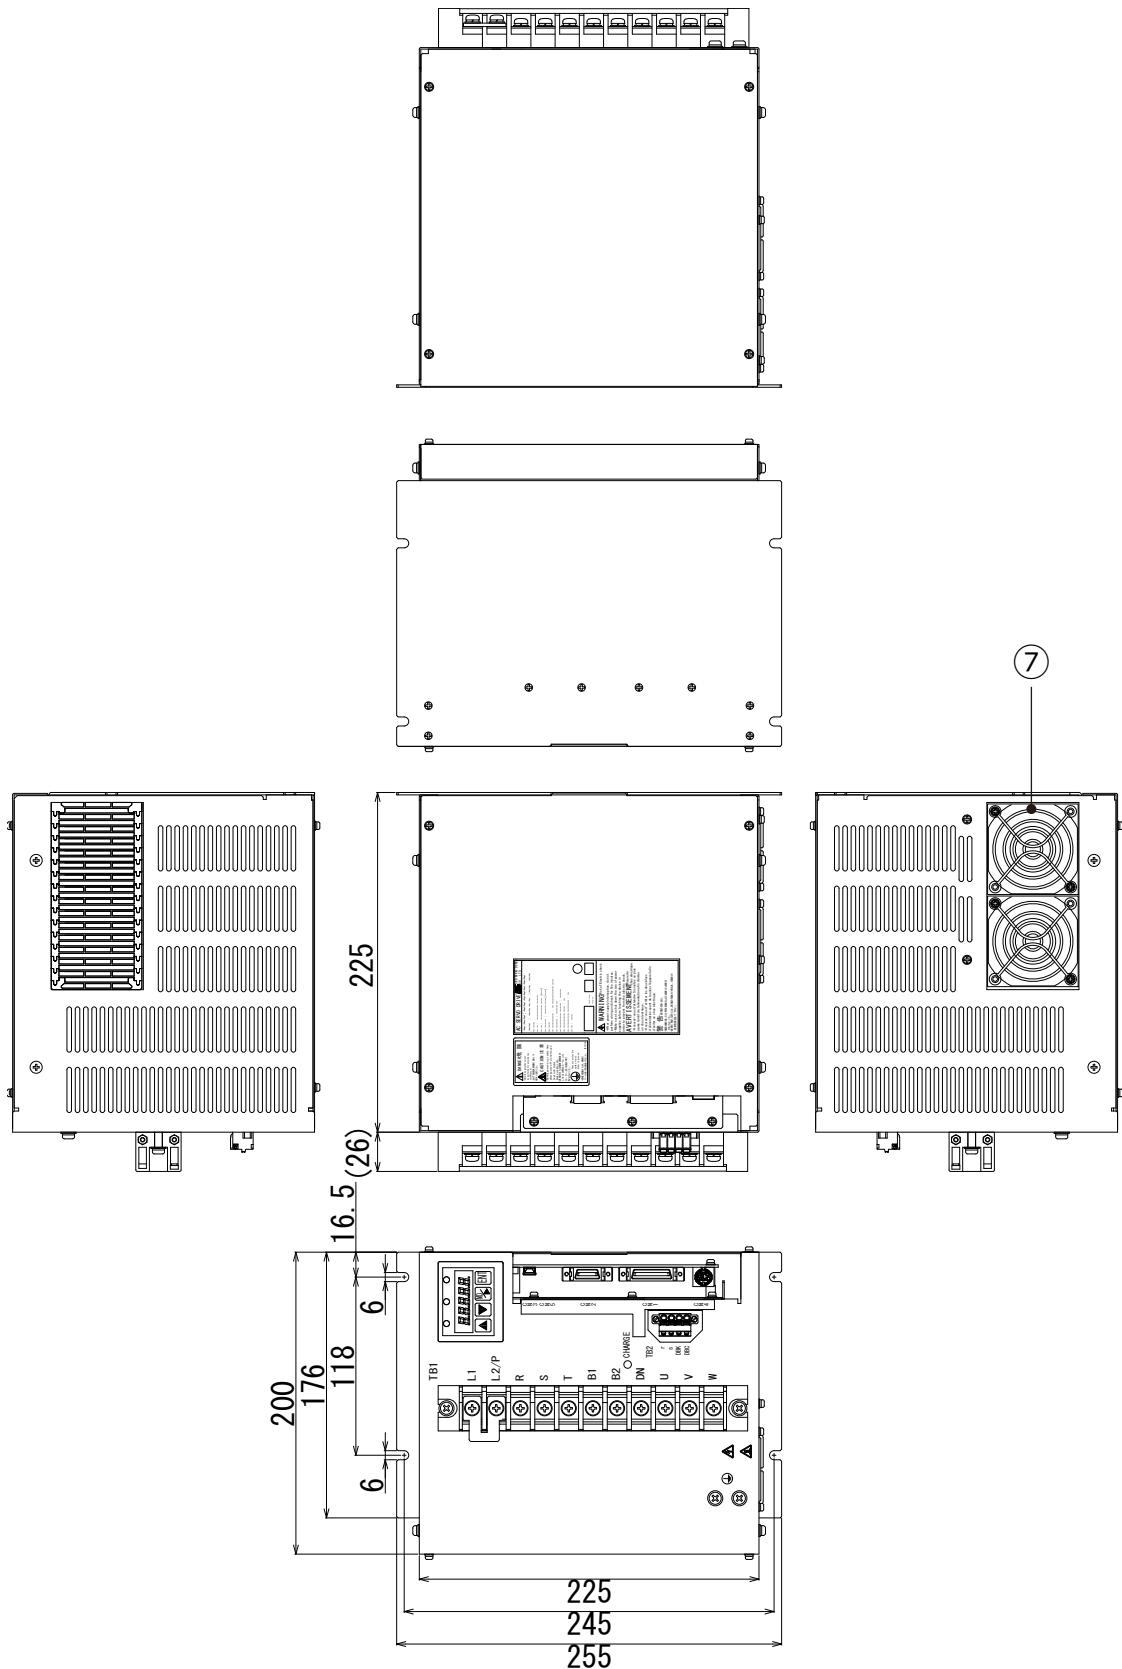

図13-9 200V 7kW装置本体外形図 (Type5)
| ⑦ | FAN | 空冷用ファン 「図 13-9 200V 7kW 装置本体外形図 (Type5)」 参照 | |